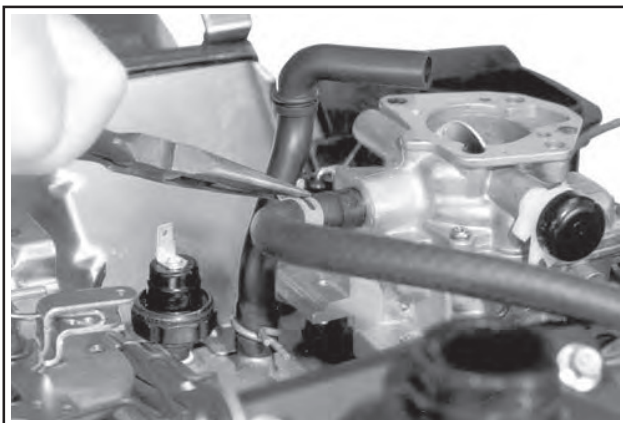

Abbildung 9-15. Abnahme der Kraftstoffeinlassleitung zum Vergaser.
1. Die Kraftstoffleitungen vom Vergaser und vom Kraftstofffilter abnehmen. Siehe Abbildung 9-15.